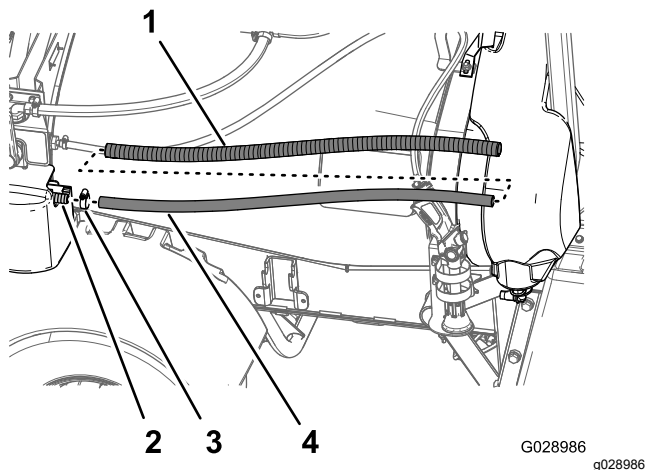
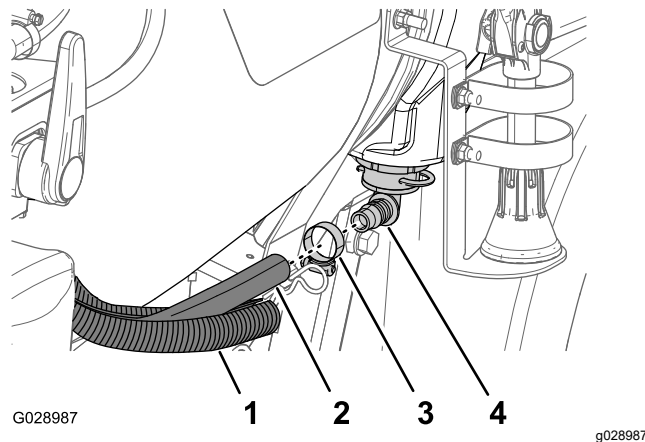

Figura 49
Figura 50
1. Montai furtunul de 1,9 x 114 cm peste fittingul inelat drept din partea frontală a pompei de clătire din rezervor (Figura 49).
2. Fixai furtunul de fitting cu ajutorul clemei pentru furtun (Figura 49).
3. Treceți conducta peste furtun, lăsând o porțiune de aproximativ 30 cm de la capătul liber al furtunului expusă (Figura 49 i Figura 50).
4. Montai capătul liber al furtunului peste fittingul inelat de 90° din partea inferioară a rezervorului de clătire (Figura 50).
5. Fixai furtunul de fitting cu ajutorul clemei pentru furtun i acoperii capătul furtunului cu ajutorul conductei (Figura 50).